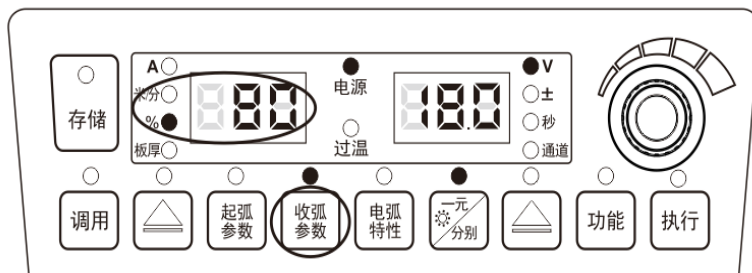

图 3-5 收弧参数百分比设置界面
2. “%”指示灯点亮且左数码管闪烁时，通过面板旋钮设置收弧段送丝速度的百分比，设置结束后按“执行”键确认，如图3-5所示。